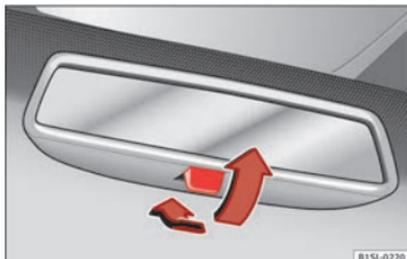

Fig. 116 Retrovisor com antiencandeamento manual.
- Para evitar o encandeamento, puxe o manípulo para trás »» **Fig. 116.**